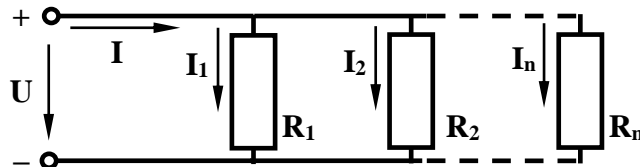

Рисунок 2 – Параллельное соединение резисторов
*Параллельным* называется такое соединение приемников, при котором соединяются между собой как условные начала приемников, так и их концы (рисунок 2). Для параллельного соединения характерно одно и то же напряжение на выводах всех приемников:  $U_1 = U_2 = \dots = U_n = U$ . Согласно первому закону Кирхгофа,  $I = I_1 + I_2 + \dots + I_n$ , а согласно закону Ома можно записать  $I = \frac{U}{R_{\text{ЭКВ}}}$ ;  $I_1 = \frac{U}{R_1}$ ;  $I_2 = \frac{U}{R_2}$ ; ...;  $I_n = \frac{U}{R_n}$ . Тогда  $\frac{U}{R_{\text{ЭКВ}}} = \frac{U}{R_1} + \frac{U}{R_2} + \dots + \frac{U}{R_n}$ ;